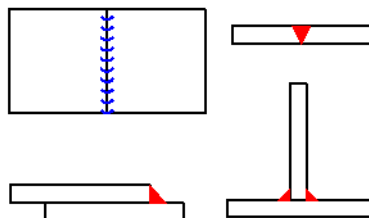

Рис. 4.35. Спрощені позначки зварювання
* – команда використовується для спрощеної позначки зварювання (рис.4.35).